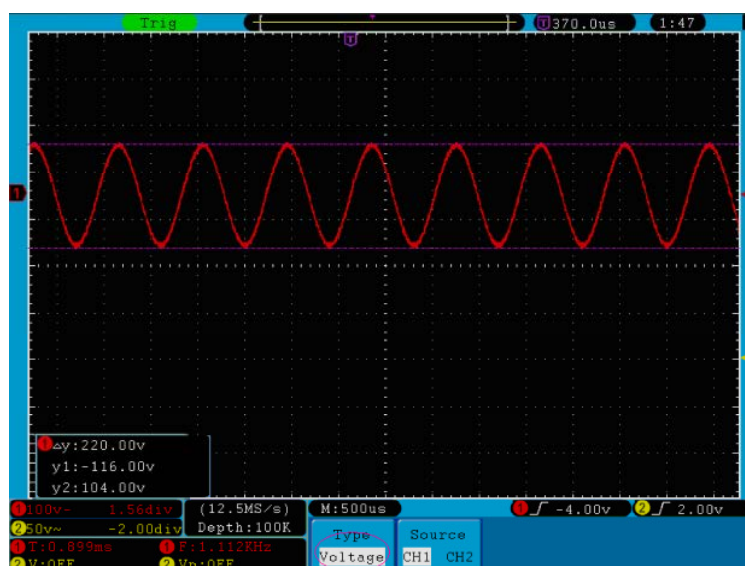

Abb. 72 Wellenform bei der Spannungsmessung mit dem Cursor
4. Verändern Sie die Positionen von **CURSOR1** und **CURSOR2** entsprechend der zu messenden Wellenform; es wird dann der absolute Wert der Spannungsdifferenz zwischen Cursor 1 und Cursor 2 im Fenster angezeigt. Die aktuelle Position von Cursor 1 wird unter Cursor1, die von Cursor 2 unter Cursor2 angezeigt (siehe **Abb. 72**).